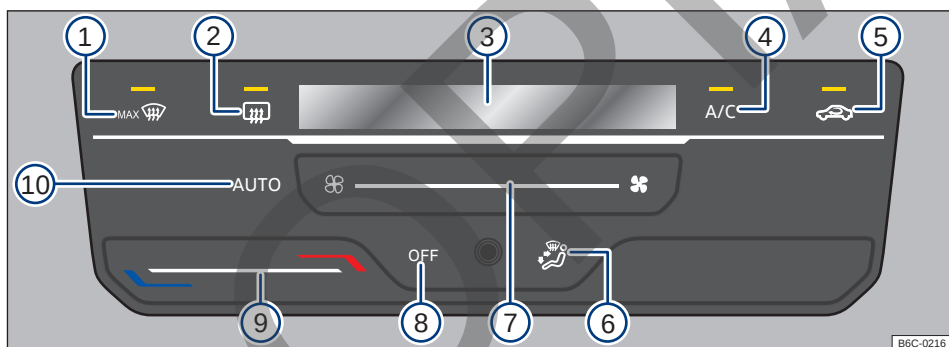

Fig. 81 Comandos del Climatronic.
- **Climatronic:** toque la superficie funcional OFF → fig. 81 (8).
Tocando la superficie funcional **AUTO** → fig. 81 (10) se puede encender el modo automático del Climatronic.
cambia manualmente → fig. 81 (7) o cambiando la distribución del aire a través de la superficie funcional → fig. 81 (6).
- **Climatronic:** toque el botón de función **A/C** → fig. 81 (4) para encender y apagar la operación de enfriamiento.
- *Climatronic*: deslice el dedo debajo de la botón de función → fig. 81 ⑨.
En la pantalla del Climatronic → fig. 81 ③ se indica la temperatura ajustada.
- *Climatronic*: deslice el dedo debajo de la botón de función → fig. 81 ⑦.
- *Climatronic*: tocar el botón de función  → fig. 81 ⑤.
- *Climatronic*: tocar el botón de función → fig. 81 ⑥ a la posición deseada, la distribución seleccionada se indicará en la pantalla ③.
- *Climatronic*: tocar el botón de función  → fig. 81 ①.
- *Climatronic*: tocar el botón de función  → fig. 81 ②.